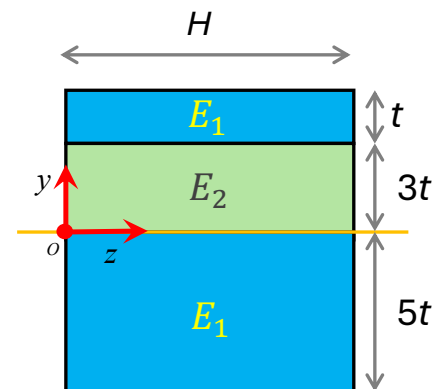

Figure 2b : Section de la poutre composite. L'axe neutre (en orange) passe par  $y = 0$ .
La poutre est composite (figure 2b), formee de deux materiaux de module de Young  $E_1$  et  $E_2 = 2 E_1$ .
- 2a) (2 pt).** Montrez que l'axe neutre se trouve à  $y_0 = 0$  dans le système de coordonnées de la Figure 2b.